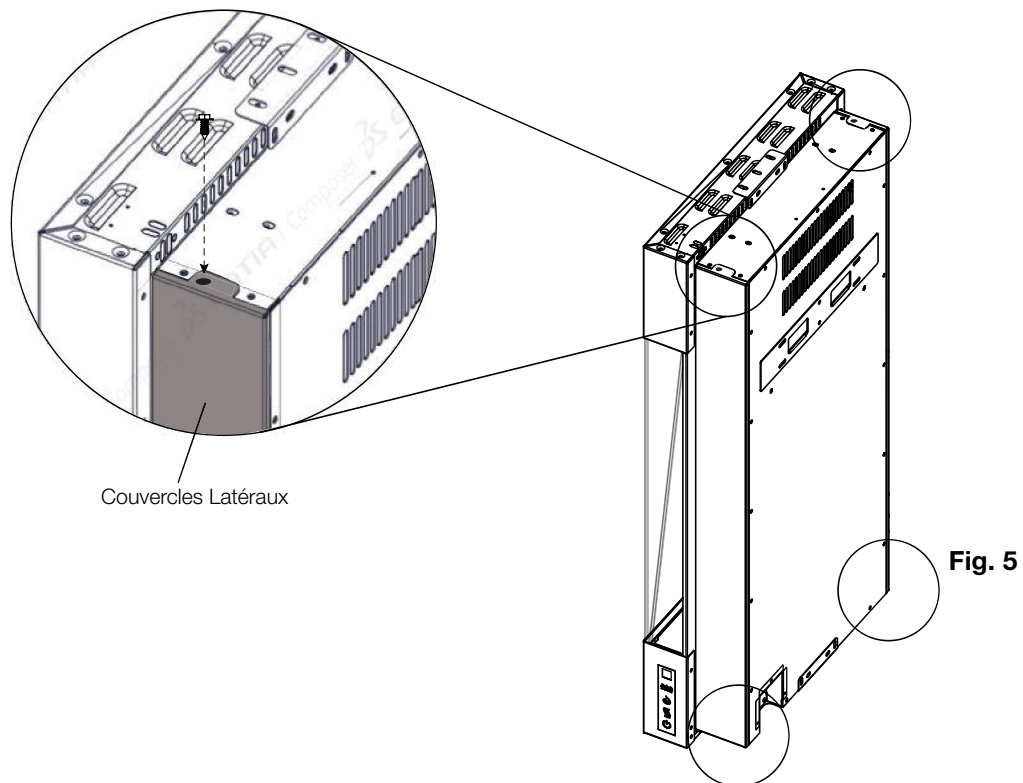

Fig. 5
12. Installez le couvercles latéraux à l'aide des vis précédemment retirées à l'étape 2 (**Fig. 5**).
Les crochets de support de retenue doivent **TOUJOURS** face à l'avant de l'appareil (**Fig. 5**). Le non-respect de ces instructions pourrait augmenter le risque d'incendie.